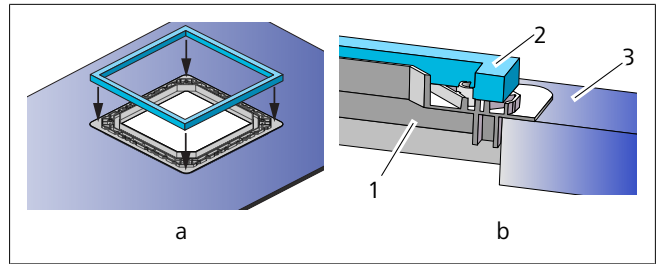

Abb. 13 Dichtung auf einen Adapterrahmen befestigen (400 x 400 mm großer Ausschnitt)
1. Ziehen Sie das Schutzpapier ab und kleben Sie die Dichtung auf den Adapterrahmen (400 x 400 mm großer Ausschnitt), siehe Abb. 13-a und b.